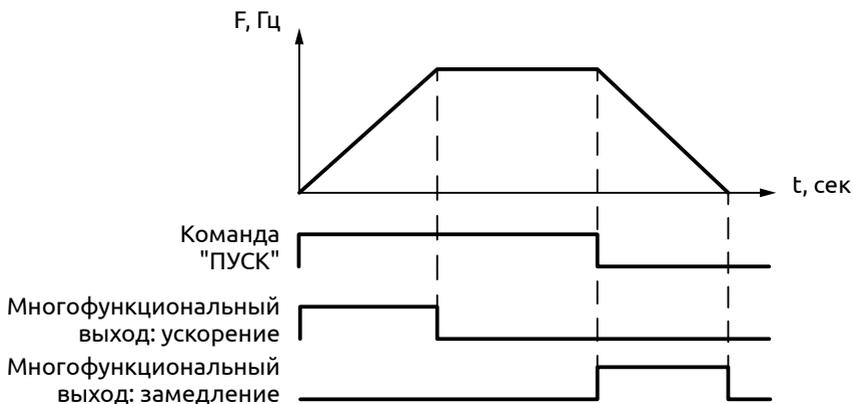

Рисунок 65 - Срабатывание выхода при ускорении/замедлении
**8:** Замедление. Выход срабатывает когда происходит процесс замедления (см. рисунок 65).